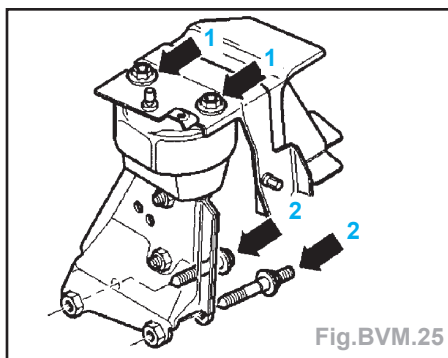

Fig.BVM.25
- vis (A) 8 daN.m + 90°
- vis (B) 20 daN.m
- Palier gauche de BV modifié : lors de la dépose de la boîte, il faut déposer au complet le palier de boîte (Fig.BVM.25) :